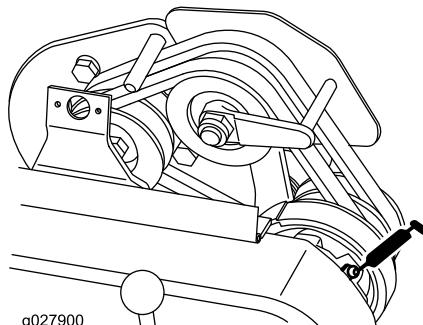

Рисунок 27
- Одна на шарнирах натяжного ролика ремня Рисунок 27.